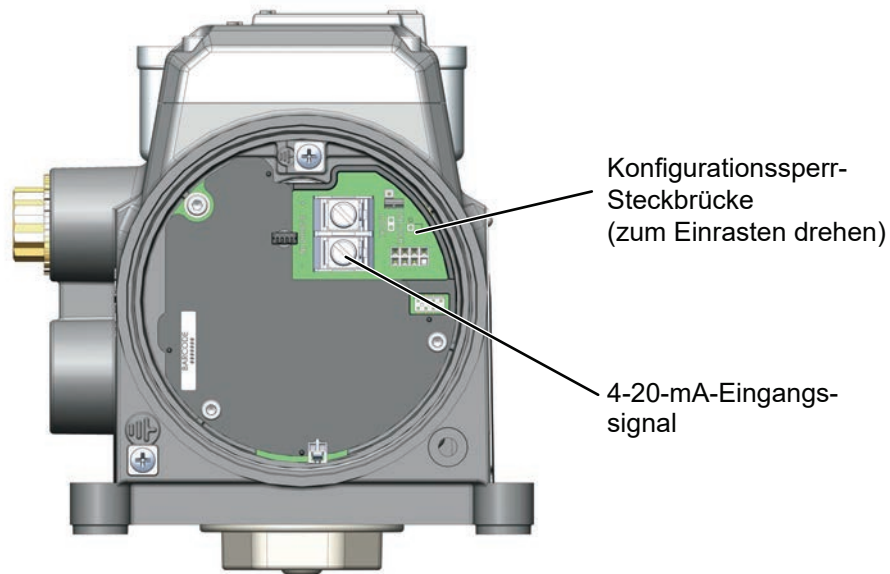

Abbildung 17: Anschlüsse zum Hauptelektronikmodul (über Klemmenbrett)
5. Suchen Sie den richtigen Klemmenblock auf der Klemmenleiste (siehe Abbildung 17).